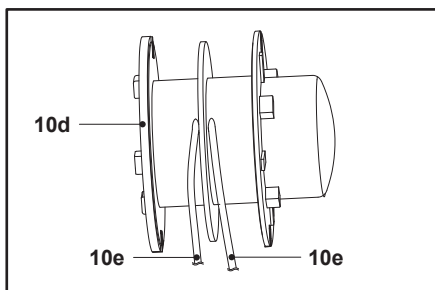

Fig. 16
1. Retire la bobina de corte (10d) del cabezal de corte (10) como se indica en la sección "Hilo de corte - Sustitución de la bobina de corte".
5. Conduzca un extremo de los nuevos hilos de corte (10e) a través del ojal pequeño de la bobina de corte (10d) (Fig. 16).